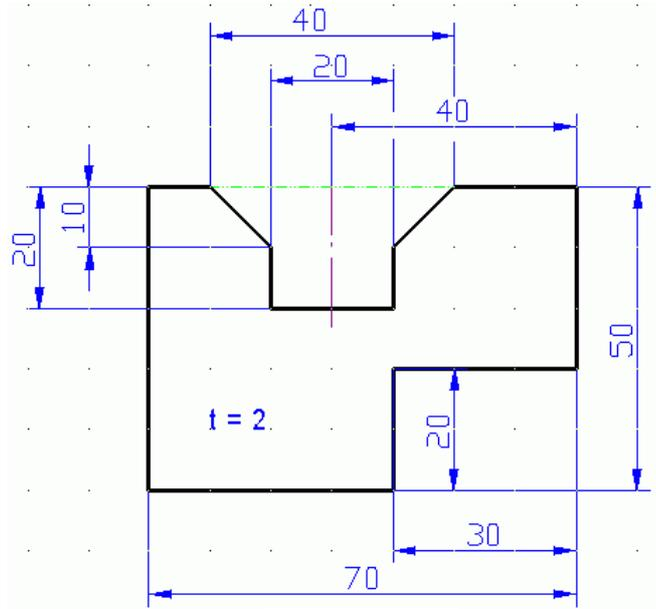

Abb. 3
- sie sollen keine Maßlinien schneiden. Sollte dies unvermeidlich sein, müssen die Maßhilfslinien unterbrochen werden (*Abb. 3*)
- Mittellinien und (sichtbare) Kanten dürfen als Maßbegrenzungslinien verwendet werden. In diesem Falle entfällt die betreffende Maßhilfslinie (*Abb. 3*).
- werden in die Mitte zwischen den Maßpfeilen und über die Maßlinie geschrieben. Ausnahme: bei symmetrischen Maßen werden die Zahlen gegeneinander versetzt geschrieben (Abb. 3)
Geschlossene Maßketten sind nach Möglichkeit zu vermeiden. Im Zweifelsfall ist die Stufenbemaßung mit je einer Messbasis für alle senkrechten bzw. waagrechten Maße zu bevorzugen (Abb. 3). In jedem Falle sind die Gesamtabmessungen anzugeben, bei Blechen auch die Stärke, z. B. $t = 2$ (engl. thickness).